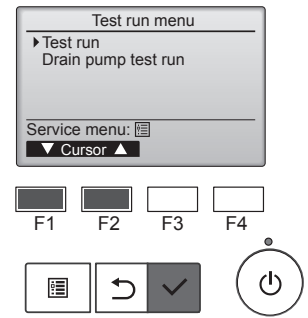

Fig. 7-2
- 2 Test çalıştırma menüsünden "Test run" (Test çalıştırma) öğesini seçin ve [SEÇİM] düğmesine basın. (Fig. 7-2)